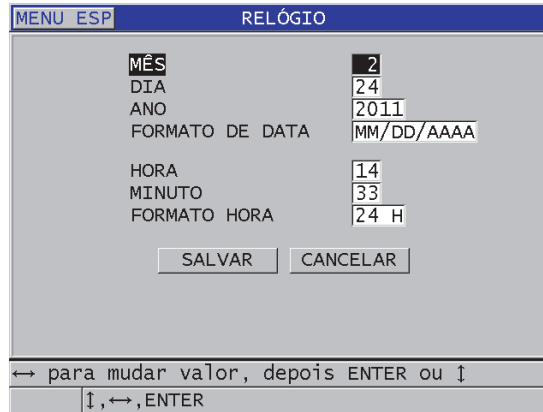

Figura 4-2 Selecionar os parâmetros do relógio
3. Na tela **RELÓGIO** (veja Figura 4-2 na página 61):